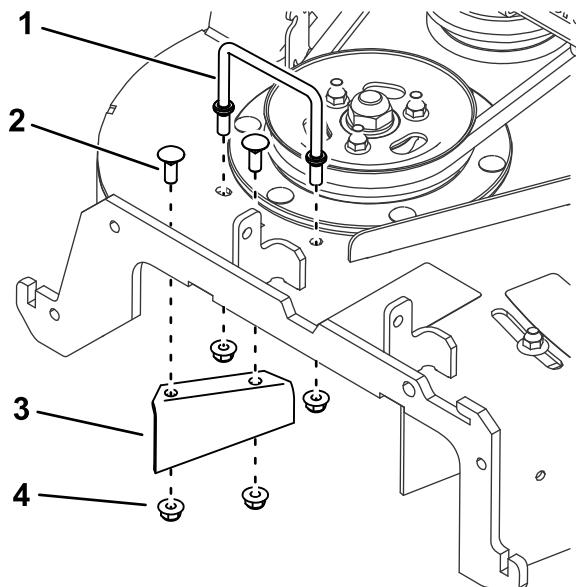

図 2
3. デッキから、ワイヤフォーム、バッフル、キャリッジボルト3/8 x 1"2本、ナット3/8"4個を外す図 2。